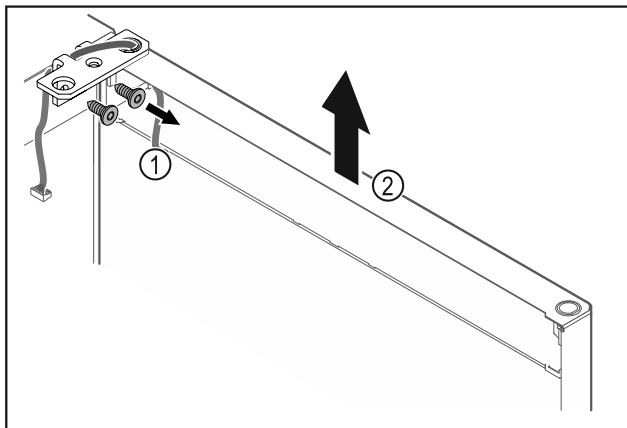

Fig. 22
- Odskrutkujte uholník závesu Fig. 22 (1).
- Zdvihnite dvere vrátane uholníka závesu Fig. 22 (2) cca 200 mm nahor a odoberte ich.